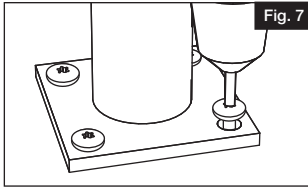

Fig. 7
- Apriete los tornillos del poste estructural de concreto una vez que la montura del poste estructural esté nivelada (Fig. 7). Si se utilizó la cuña, corte la parte sobrante.